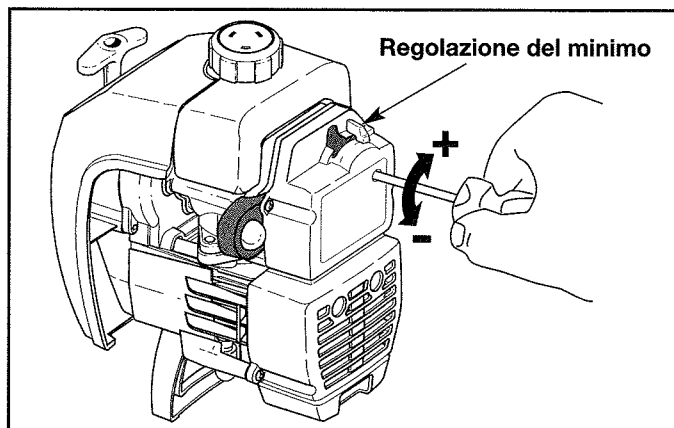

Fig. 28
2. Rilasciare l'acceleratore e lasciare il motore al minimo. Se il motore si arresta, inserire un piccolo cacciavite a croce o a lama piatta nel foro del carter del filtro dell'aria/tubo di scappamento (Fig. 28). Ruotare la vite di regolazione del minimo, in senso orario, di un ottavo di giro alla volta (in base alle necessità) fino a quando il motore non rimane al minimo. Leggere le istruzioni riguardanti il numero di giri al minuto al minimo.